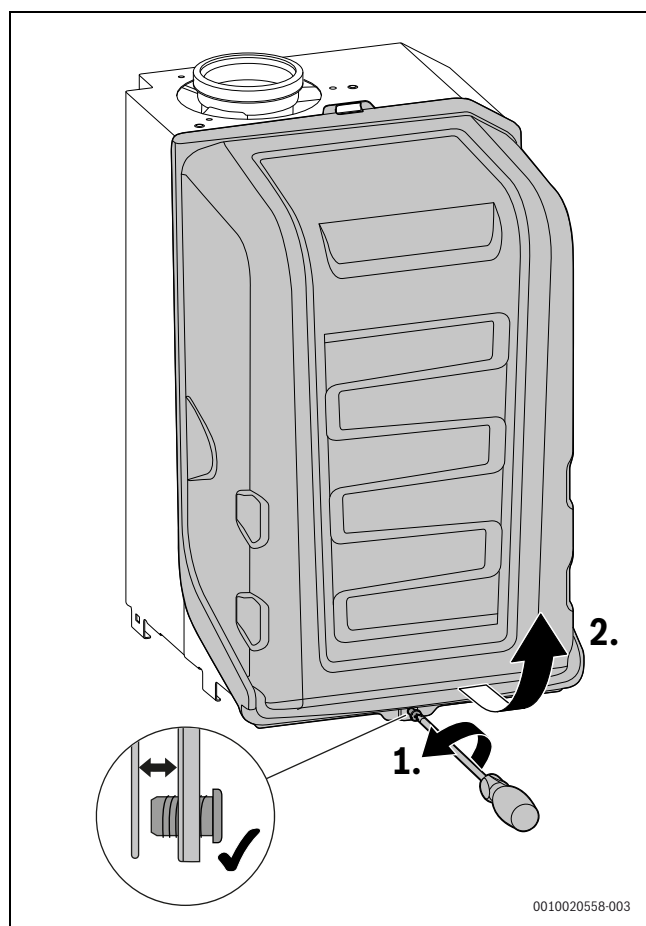

Рис. 133 Демонтаж кожуха горелки
- ▶ Снимите кожух горелки (→рис. 133, стр. 74).